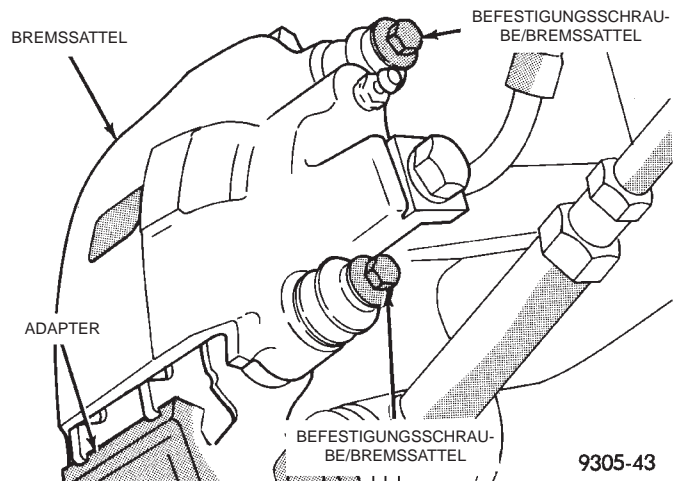

Abb. 43 Bremssattel-Führungsbolzen
(1) Fahrzeug auf Unterstellböcke heben oder mit einem Wagenheber zentriert anheben. Siehe Abschnitt zum Anheben des Fahrzeugs im Kapitel "Schmierung und Wartung" in diesem Werkstatthandbuch.
(2) Hinterräder abmontieren.
(3) Die 2 den Bremssattel mit dem Adapter verbindenden Führungsbolzen lösen und entfernen (Abb. 43).